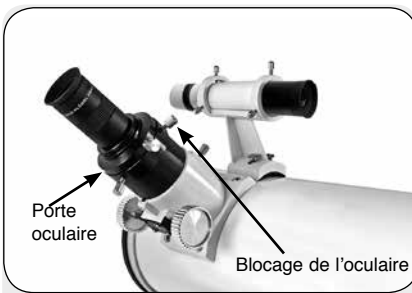

Fig. 10a: insertion de l'oculaire dans le porte oculaire du télescope
10. Insérez l'oculaire: modèles Newton (Fig. 10a): ôtez le cache poussière du tube porte oculaire (Vous le remettrez en place dès la fin de la séance d'observation). Dévissez la vis de blocage de l'oculaire située à l'extrémité du tube porte oculaire (1, Fig. 1a) et insérez-y l'oculaire 25mm fourni (3, Fig. 1a). Sans forcer, bloquez-le en resserrant la vis de blocage.